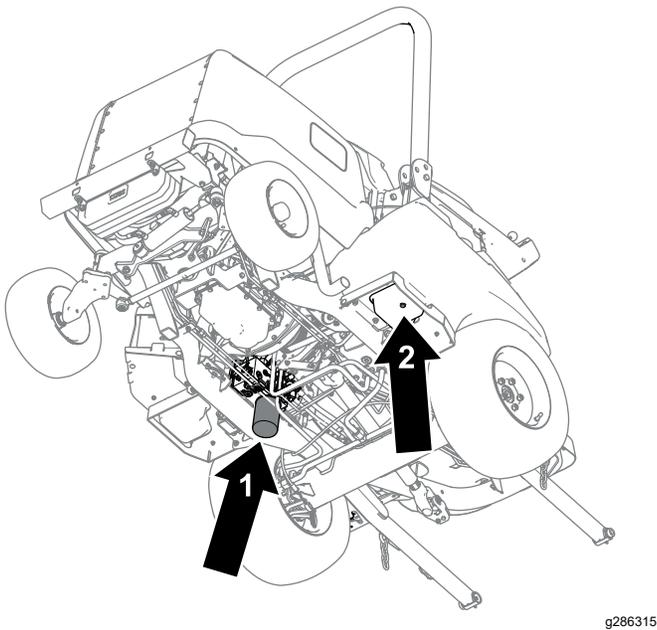

图 85
4. 从油箱底部取出排油塞图 85 让液压油流入放油盘。
6. 将放油盘放到滤芯图 85 下方取出滤芯让剩余的油流入放油盘。